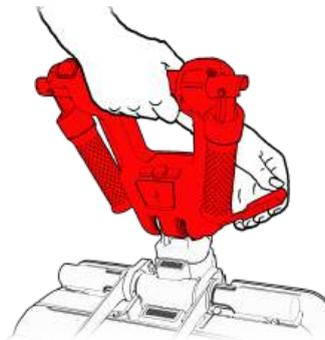

Figura 49
1. Assicurarsi che il manubrio sia fissato in posizione verticale (vedere Figura 49).